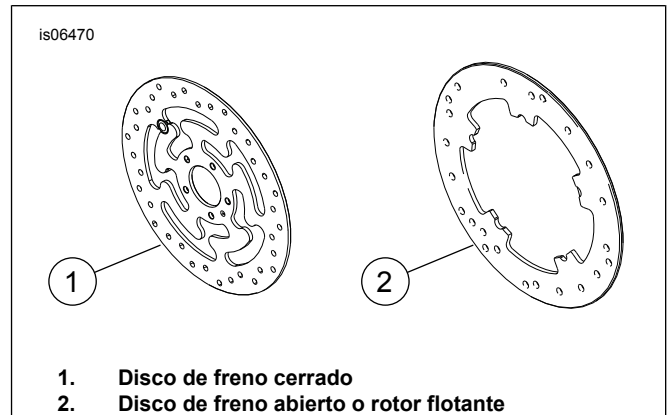

Figura 1. Estilos de disco del freno delantero
- Tornillos del disco de freno (vea Figura 1 y Tabla 1)